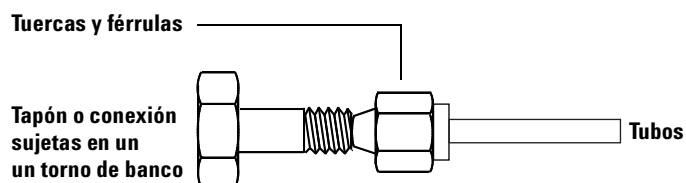

Figura 8 Montaje de la conexión
- 3 Introduzca la tubería en el tapón de acero inoxidable (Figura 8).